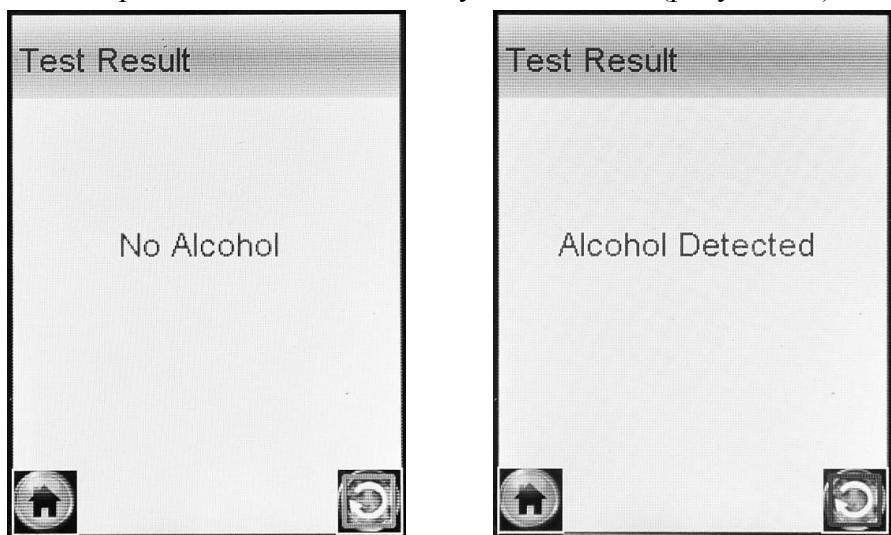

Рисунок 19 – Результаты теста в режиме скрининга
2.10.6 В зависимости от результата тестирования на дисплее анализатора появляется одно из двух сообщений (рисунок 19).